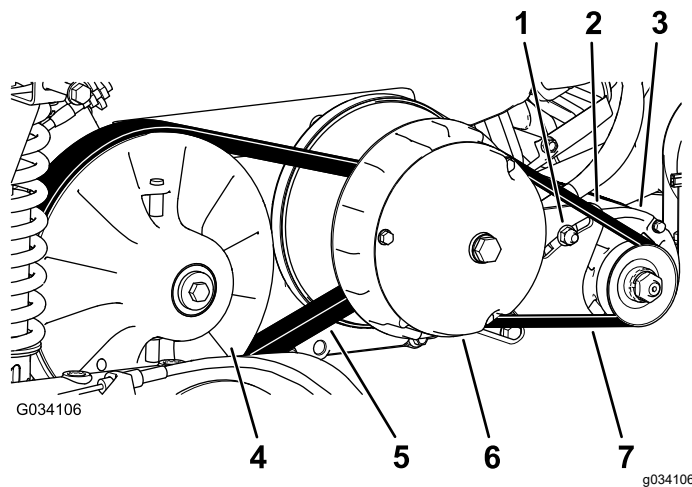

Figure 62
6. Tournez l'embrayage secondaire (Figure 62) pour vérifier qu'il tourne librement à la position MARCHE ARRIÈRE.
- Faites tourner la courroie (Figure 62) et vérifiez qu'elle n'est pas excessivement usée ou endommagée.
3. Faites tourner la courroie et faites-la passer sur l'embrayage secondaire (Figure 62).
4. Enlevez la courroie de l'embrayage primaire (Figure 62).
5. Alignez la courroie neuve sur l'embrayage principal (Figure 62).
6. Faites tourner la courroie et faites-la passer sur l'embrayage secondaire (Figure 62).
2. Desserrez l'écrou de pivot du démarreur-alternateur (Figure 62).
4. Appuyez sur le levier pour faire pivoter le démarreur vers le bas dans la fente jusqu'à ce que la tension de la courroie produise une flèche de seulement 6 mm quand une force de 44 N·m est appliquée (Figure 62).
5. Serrez l'écrou de pivot à la main et enlevez le levier (Figure 62).